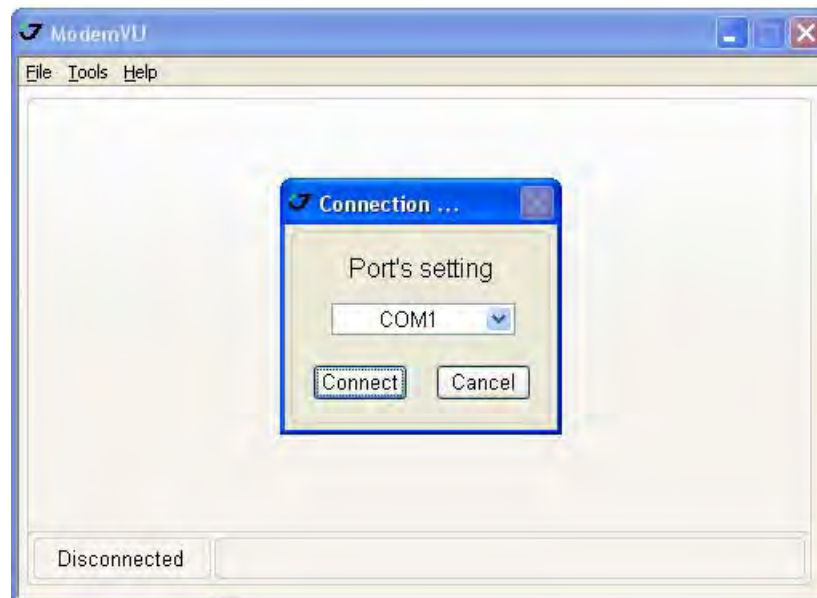

Рисунок 16. Соединение с ModemVU
5. Выберите нужный последовательный порт (COM-порт) компьютера, к которому подключен приемник, для установления связи с ПК и нажмите кнопку *Connect* (Рис. 16).